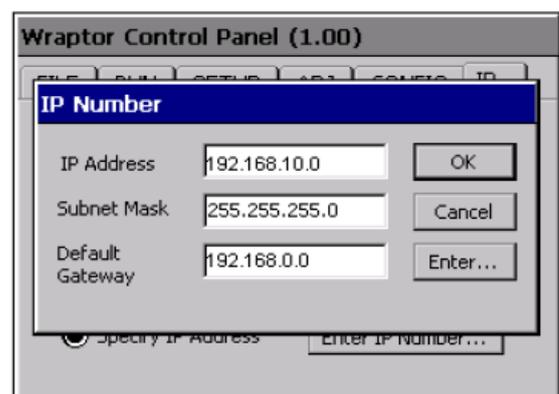

Рисунок 24. Ввод фиксированного IP-адреса
- ◆ Нажмите кнопку **Enter IP Number...** для отображения диалогового окна *IP Number* (Рисунок 24). Повторите процесс для ввода IP-адресов в этом диалоговом окне.